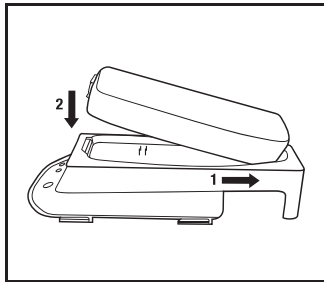

Fig. 2
4. Charge de la pile : S'assurer que les contacts électriques dorés de la pile et du chargeur de pile sont propres et exempts de débris. Insérer le bloc-piles dans le support de charge TR-640 3M^{MC} en faisant tout d'abord glisser l'arrière. Appuyer sur l'avant du bloc-piles pour l'enclencher en place (Fig. 2.). La charge débute. Consulter la Fig. 4 et le tableau 1 de la section « Spécifications » des présentes *directives d'utilisation* pour obtenir la liste des affichages à DEL du chargeur et leur signification ainsi que les temps de charge du bloc-piles.